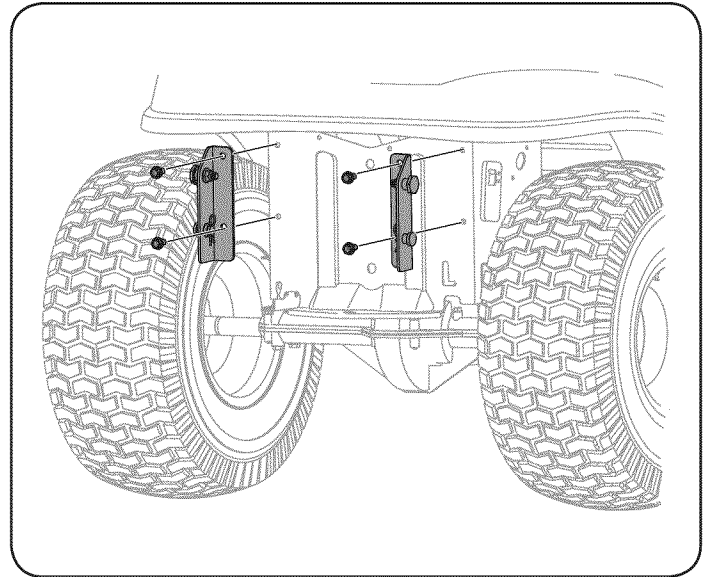

Figure 2
3. Saque y descarte los dos tornillos del chasis inferior como se muestra en la Fig. 2.